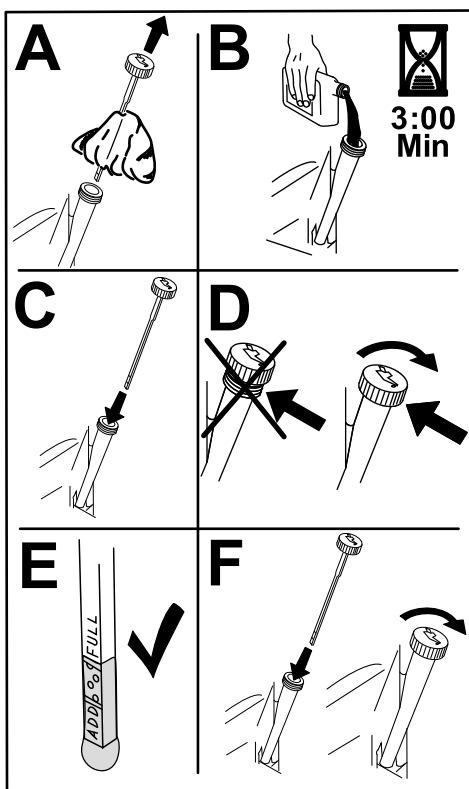

Рисунок 42
6. Медленно залейте приблизительно 80% объема масла указанного типа в заливную горловину и затем медленно добавляйте масло, чтобы довести его уровень до отметки **Полный** (Рисунок 42).